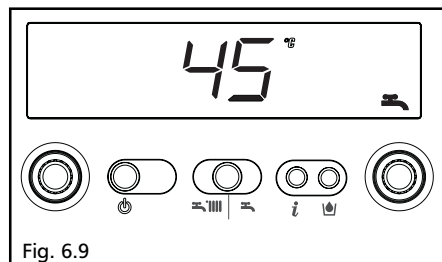

Fig. 6.9
**Info 4** visualizza la temperatura sanitario settata (45°C) fig. 6.9